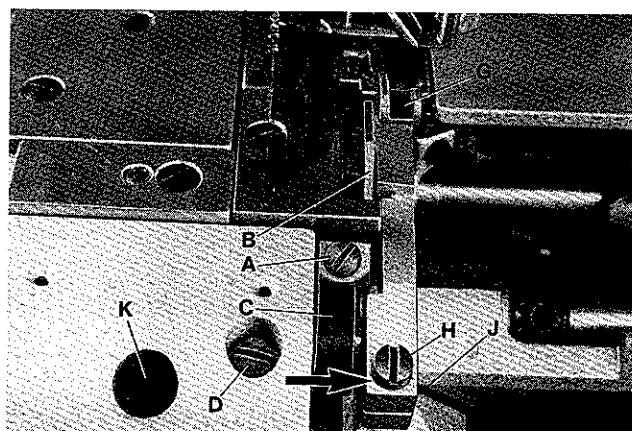
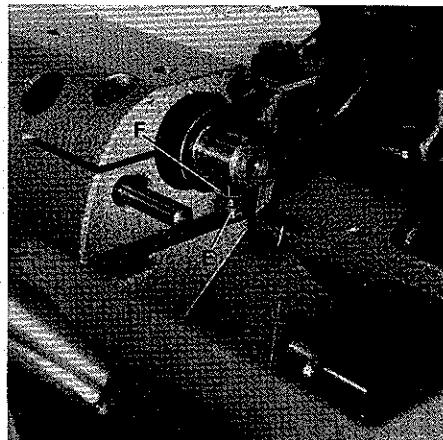
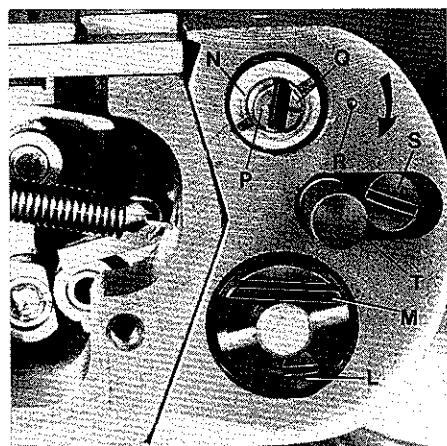

Fig.50
Fig.51
Fig.52
Remove the edge guide. Loosen screw (A, Fig.50) in lower knife holder (C) and move lower knife (B) up or down until its cutting edge is parallel and flush with throat plate top surface. Retighten screw (A).
Note: Lower knife holder (C, Fig.50) is set at the factory so the cutting edge of lower knife is parallel with top surface of throat plate.
When replacing the lower knife holder it has to be set accordingly. Loosen screw (D, Fig.50) and turn lower knife holder (C) until the cutting edge of lower knife is parallel with top surface of throat plate. Secure this setting with stop screw (E, Fig.51) and lock nut (F) in lower knife holder. Retighten screw (D, Fig.50).
Loosen screw (D, Fig.50) and align the width of trim to the right needle by moving lower knife holder (C) laterally. If this adjustment is obstructed by the upper knife (G), loosen screw (H) and move the upper knife to the right. Retighten screw (D) and also screw (H) if loosened, after setting the lower knife.
Check after making this setting, if the upper knife holder (J, Fig.50) can be moved in direction of the arrow (see Fig.50) against the pressure of the spring. If this is not possible, loosen screw (H) and move the upper knife holder (J) accordingly to the right. Retighten screw (H).
Remove the cylinder cover and loosen screw (L, Fig.52). Adjust by means of stop (M) the highest obtainable throw of upper knife. Retighten screw (L) and rotate pulley until the upper knife is in its down position.
Entfernen Sie die Stoffkantenführung. Lösen Sie die Schraube (A, Fig.50) im Untermesserhalter (C) und schieben Sie das Untermesser (B) nach oben oder unten bis die Schneide parallel und auf gleicher Höhe mit der Stichplattenoberfläche steht. Ziehen Sie die Schraube (A) wieder an.
Beachten Sie: Der Untermesserhalter (C, Fig.50) wird im Werk so eingestellt, daß die Schneide des Untermessers parallel zur Stichplattenoberfläche steht. Beim Austausch muß ein neuer Untermesserhalter entsprechend eingestellt werden. Lösen Sie die Schraube (D, Fig.50) und drehen Sie den Untermesserhalter (C, Fig.50) bis die Untermesserschneide parallel zur Stichplattenoberfläche steht. Sichern Sie diese Einstellung mit der Anschlagschraube (E, Fig.51) und der Kontermutter (F) im Untermesserhalter. Ziehen Sie die Schraube (D, Fig.50) wieder an.
Lösen Sie die Schraube (D, Fig.50) und richten Sie durch seitliches Verschieben des Untermesserhalters (C) die Abschnittsbreite zur rechten Nadel entsprechend aus. Wird diese Einstellung durch das Obermesser (G) behindert, lösen Sie die Schraube (H) und schieben das Obermesser nach rechts. Ziehen Sie nach der Einstellung des Untermessers die Schraube (D) und gegebenenfalls die Schraube (H) wieder an.
Prüfen Sie nach dieser Einstellung, ob sich der Obermesserträger (J, Fig.50) in Pfeilrichtung (siehe Fig.50) entgegen der Kraft der Andrückfeder bewegen läßt. Ist dies nicht möglich, lösen Sie die Schraube (H) und drücken den Obermesserträger (J) entsprechend nach rechts. Ziehen Sie die Schraube (H) wieder an.
Entfernen Sie den Zylinderdeckel und lösen Sie die Schraube (L, Fig.52). Stellen Sie mit dem Anschlag (M) den größtmöglichen Hub des Obermessers ein. Ziehen Sie die Schraube (L) wieder an und bringen Sie durch Drehen am Handrad das Obermesser in die unterste Stellung.
Adjust the lateral cutting pressure by turning nut (N, Fig.52). Turning the nut clockwise increases the cutting pressure, turning it counterclockwise acts the reverse.
To adjust the shear angle loosen screws (H and K, Fig.50). Set shaft (P, Fig.52) so, that mark (Q) on the shaft and mark (R) on cylinder are lined up.
Turning shaft (P, Fig.52) in direction of the arrow increases the shear angle, turning it against direction of the arrow decreases it. Retighten screws (H and K, Fig.50) and make sure that the settings described in paragraph "SETTING THE UPPER KNIFE" are not disturbed.
Remove cylinder cover. Loosen screw (S, Fig.52) and move push button (T) slightly back and forth until it engages as described. Retighten screw (S). If it is not possible to engage the push button with this adjustment, loosen screw (L, Fig.52) and turn stop (M) clockwise until the push button engages. Retighten screw (L). Remount cylinder cover. Reassemble edge guide and set it so the fabric edge is cleanly trimmed.
Der seitliche Schneiddruck wird durch Drehen der Mutter (N, Fig.52) eingestellt. Drehen der Mutter im Uhrzeigersinn erhöht den Schneiddruck, drehen im Gegenuhrzeigersinn vermindert ihn.
Zur Einstellung des Scherwinkels lösen Sie die Schrauben (H und K, Fig.50). Stellen Sie die Achse (P, Fig.52) so, daß sich die Markierungen (Q) auf der Achse und (R) am Zylinder gegenüberstehen.
Drehen der Achse (P, Fig.52) in Pfeilrichtung vergrößert den Scherwinkel, drehen in entgegengesetzter Richtung verkleinert ihn. Ziehen Sie die Schrauben (H und K, Fig.50) wieder an und beachten Sie, daß die im Abschnitt "EINSTELLUNG DES OBERMESSERS" beschriebenen Einstellungen erhalten bleiben.
Entfernen Sie den Zylinderdeckel. Lösen Sie die Schraube (S, Fig.52) und bewegen Sie den Druckknopf (T) leicht hin und her bis er wie oben beschrieben einrastet. Ziehen Sie die Schraube (S) wieder an.
Läßt sich der Druckknopf durch diese Einstellung nicht einrasten, lösen Sie die Schraube (L, Fig.52) und drehen den Anschlag (M) im Uhrzeigersinn bis der Druckknopf einrastet. Ziehen Sie die Schraube (L) wieder an.